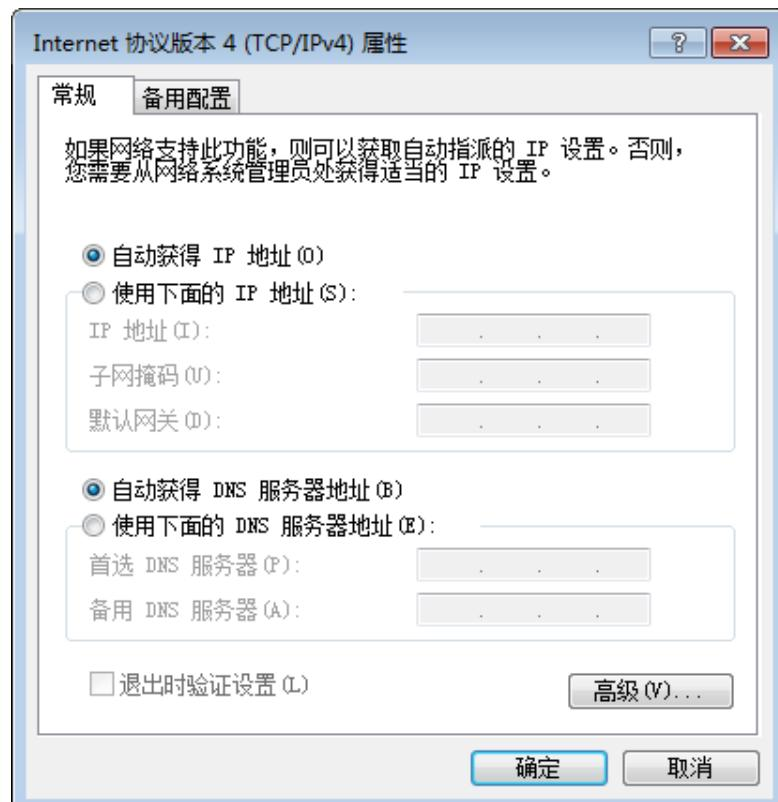

图3-2 本地网卡配置
- 依次打开电脑上的控制面板——>网络和 Internet——>网络和共享中心——>更改适配器配置，选择对应的网卡，将网卡配置成自动获得 IP 地址或手动分配与相机同一网段地址，如图 3-2 所示。